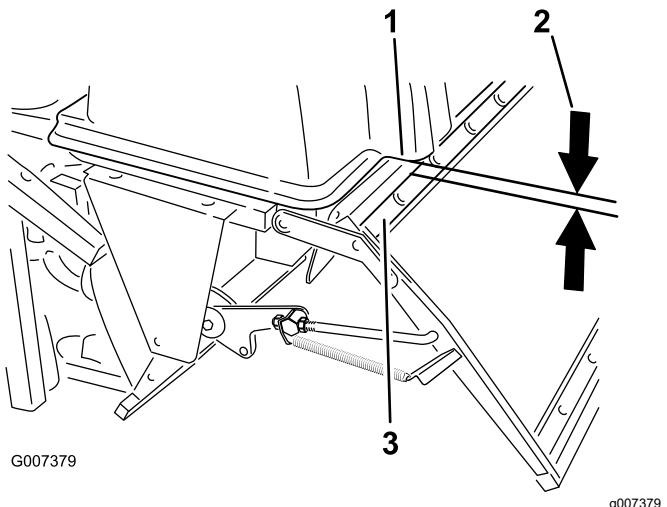

Figura 55
- Compruebe la distancia entre el tubo superior del bastidor de la puerta y el borde inferior del capó moldeado (Figura 55).